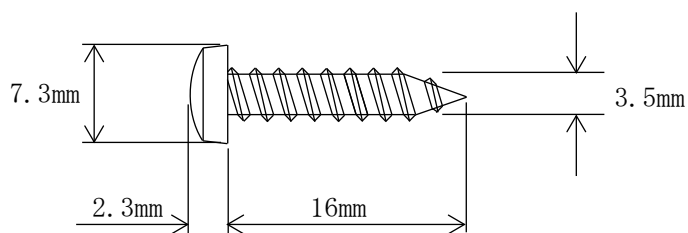

図 3-8 タッピングネジの寸法図
- ・ 十字穴付(+) A バインドタッピングネジ × 4 個 (図 3-8 参照。お客様にてご準備ください)